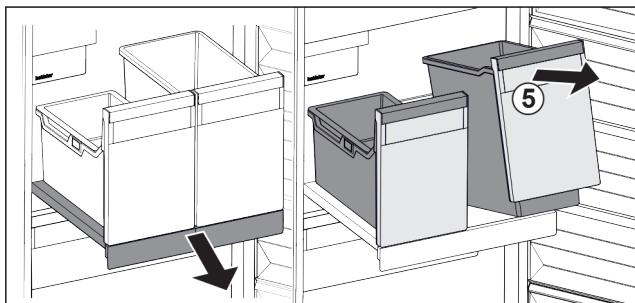

Fig. 41
- Підняти резервуар Fig. 41 (5) спереду.